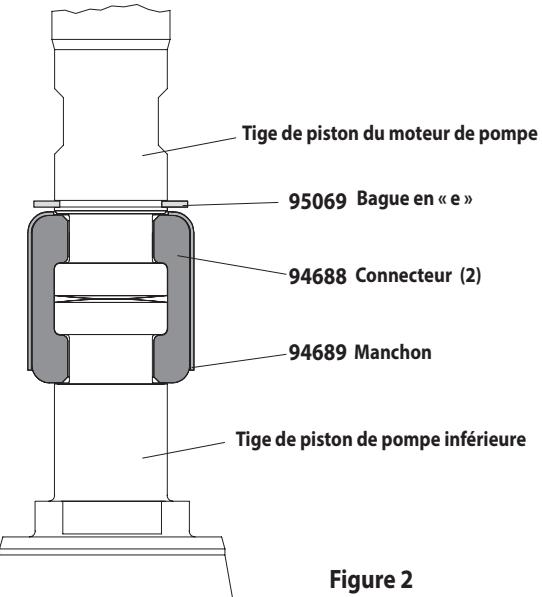

Figure 2
5. À l'aide de la pince à circlips-e, glissez la bague de retenue assez loin pour permettre à la manche pour se déplacer vers le haut et relâchez les deux connecteurs (voir figure 2). Mettre de côté le moteur pneumatique.